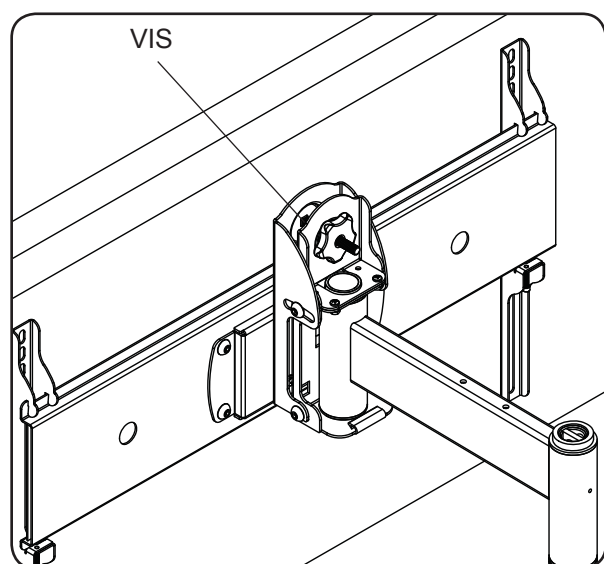

fig. 10.1
- Pour baisser l'écran, serrez la vis à tête creuse illustrée à la figure 10.1 dans le sens des aiguilles d'une montre à l'aide d'une clé hexagonale de 10mm (V).
- Pour remonter l'écran, serrez la vis à tête creuse illustrée à la figure 10.1 dans le sens contraire des aiguilles d'une montre à l'aide d'une clé hexagonale de 10mm (V).